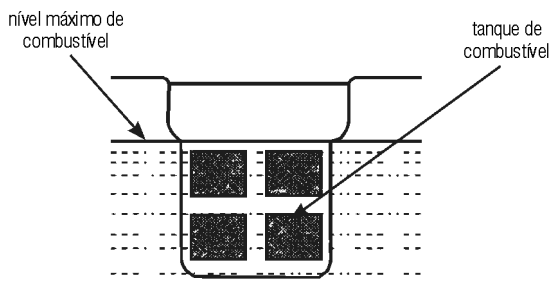

Fig. 4 – Nível máximo de combustível
- 3 – Verifique o nível de combustível (fig. 4);
- 5 – Nunca exceda a capacidade do tanque (fig. 4);